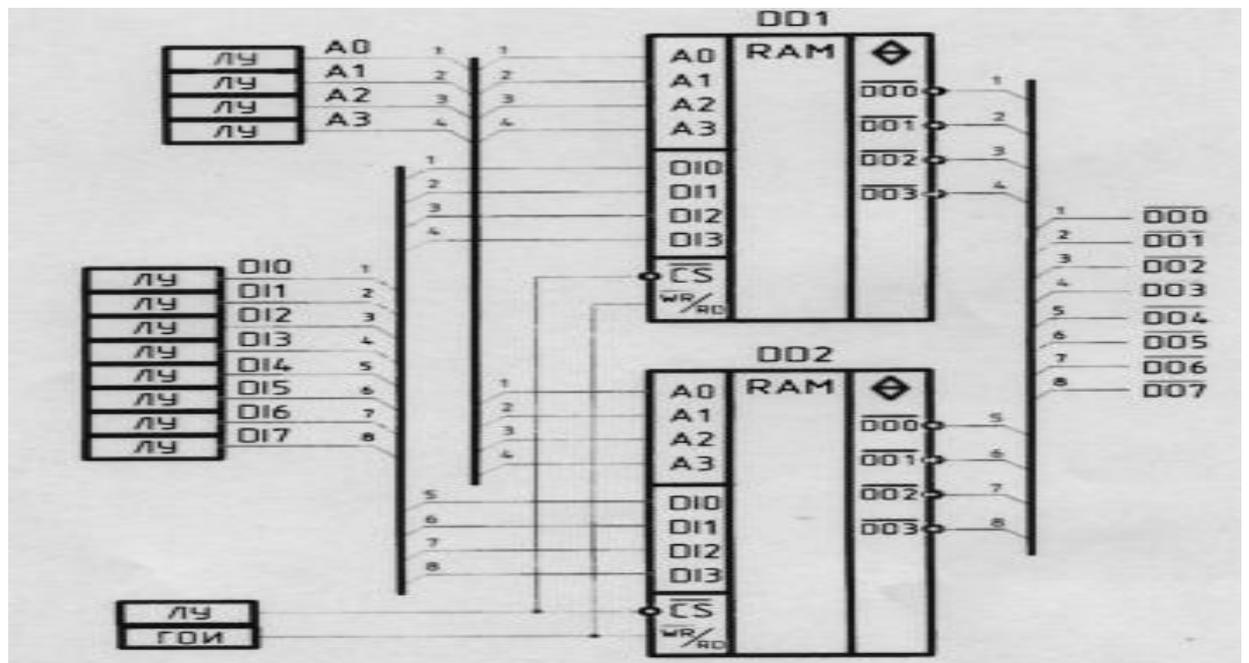

Рис. 2. Нарращивание количества бит в ячейке памяти ОЗУ
- исследуется наращивание количества бит в ячейке памяти (рис. 2).